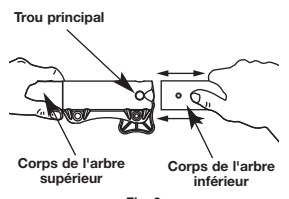

Fig. 2
3. En tenant fermement le logement de l'arbre supérieur, retirez l'accessoire du couplage (Fig. 2).
3. Tenez fermement l'accessoire et enfoncez-le tout droit dans le coupleur (Fig. 2).